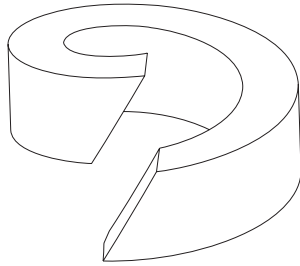

Bild 6: Packungsring
- Beim Zuschneiden der Stopfbuchsabdichtung von der Schnur auf einen schrägen Schnittverlauf achten (siehe Bild 6).
Stopfbuchsbrille DN250-400 (Pos. 17) zu lose (Bild 6)	Stopfbuchsbrille (Pos. 17) mit Sechskantmutter (Pos. 23) bis zur Dichtigkeit anziehen (Bild 6); Oberteil schnellstens erneuern